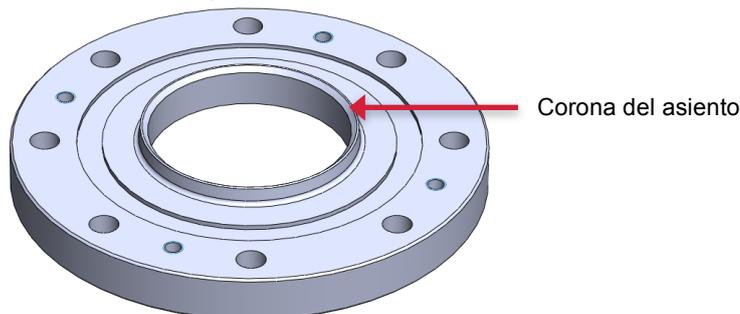

Figura 4-7 Cuerpo de la válvula
- 4.1.5.1 La superficie de sellado es la corona del asiento (consulte la Figura 4-7). Limpie el asiento del vástago con papel de lija (grano 400) y luego límpielo con un paño y un solvente apropiado. Pase la uña del dedo alrededor de la superficie del asiento para detectar cualquier defecto.